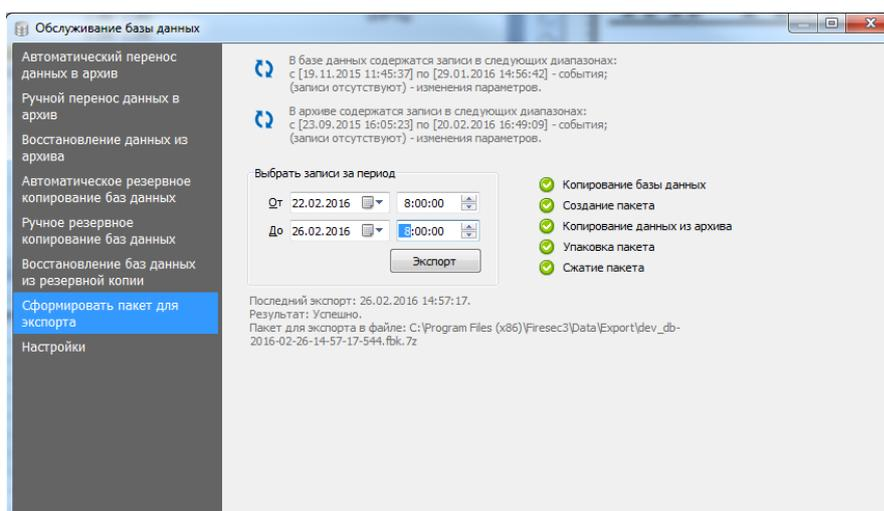

Рисунок 27.12 Вкладка Сформировать пакет для экспорта
- 1) Перейти на вкладку **Сформировать пакет для экспорта** (Рисунок 27.12).